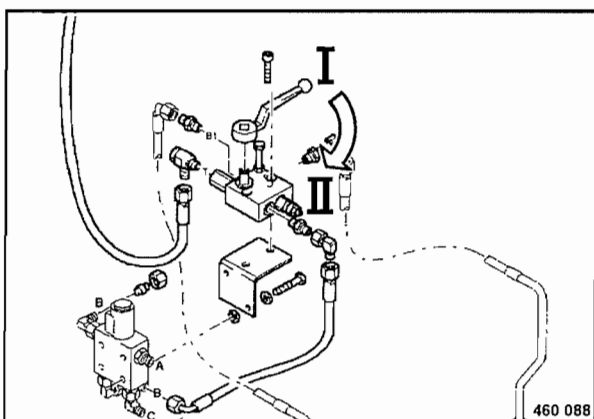

Fig. 67
- Desenroscar el tornillo de seguridad (Fig. 67).
Volver a colocar la llave esférica (Fig. 67) en posición "II", enroscar el tornillo de seguridad y asegurarlo con una tuerca hexagonal.